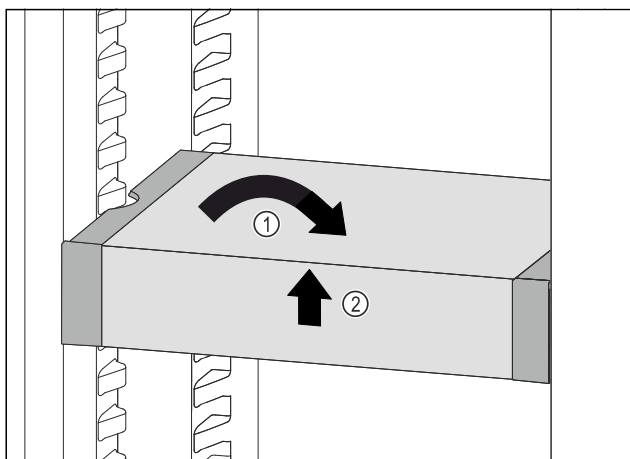

Fig. 110
- Изправете VarioSafe. Fig. 110 (1)
- Повдигнете VarioSafe отпред. Fig. 110 (2)